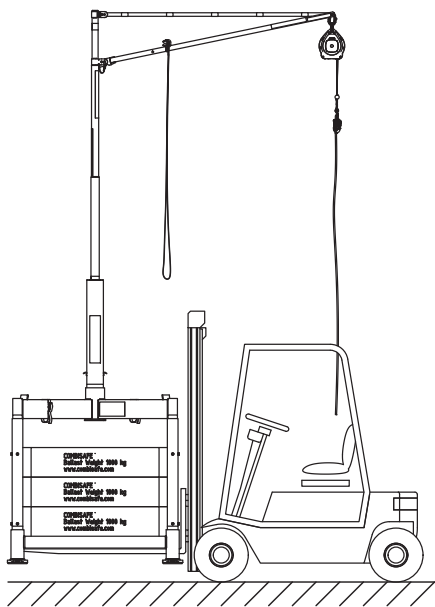

Figure 32. *Levage de l'ensemble complet pour le transport.*
1. Utilisez un chariot élévateur ou un véhicule équivalent. Glissez les fourches sous la base en les écartant au maximum. Voir Figure 32. Soulevez doucement l'ensemble et assurez-vous qu'aucun élément du système de chargement MkII ne soit bloqué et ne risque d'empêcher le bon déroulement de l'opération.